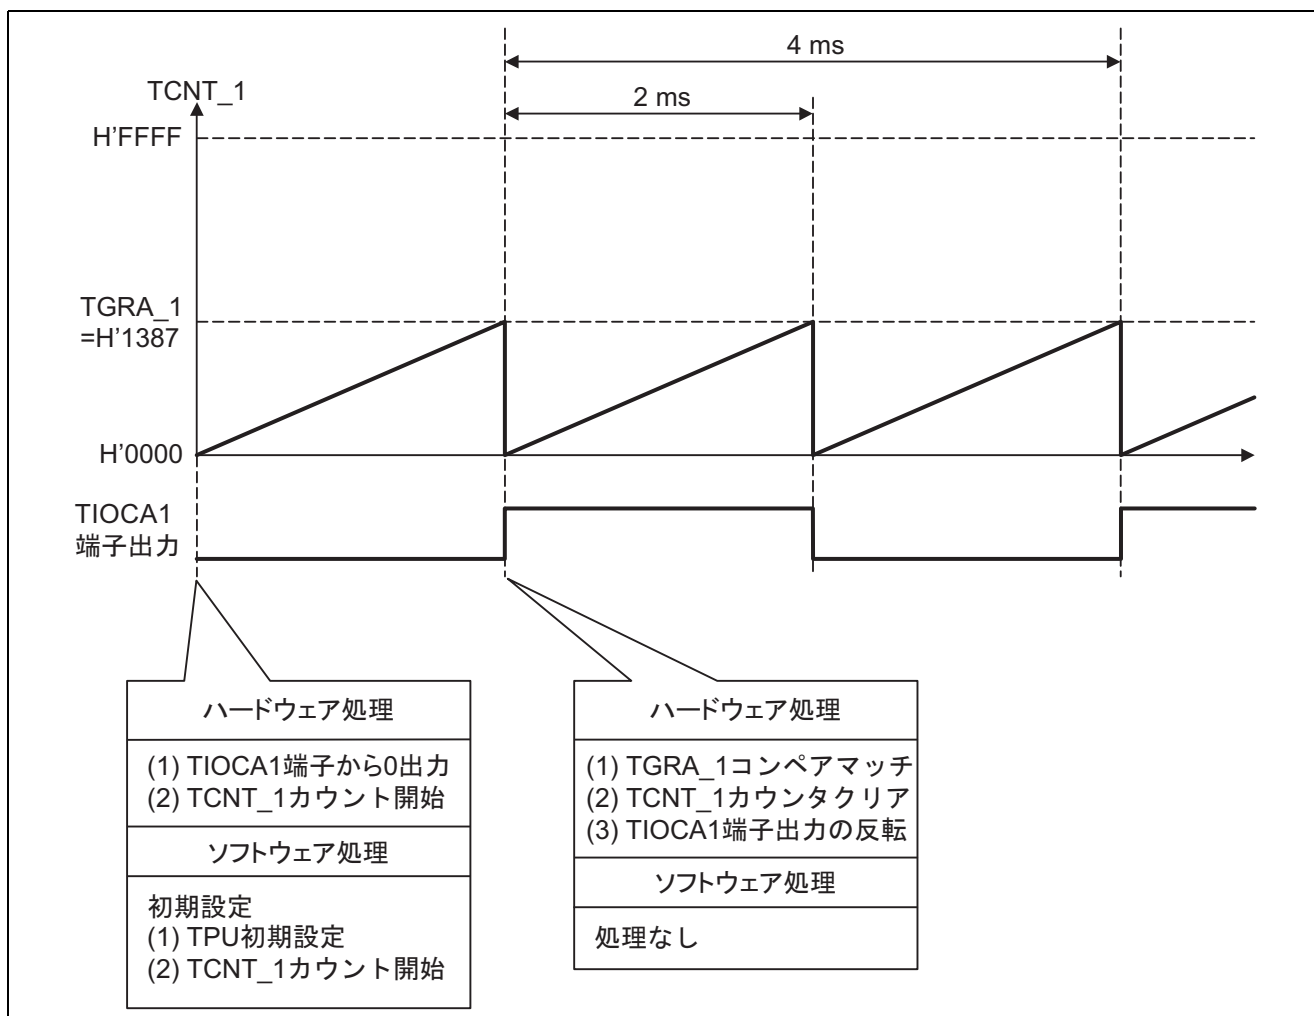

図3 動作説明
- 図3に動作説明を示します。図3に示すようなハードウェア、ソフトウェア処理により、TPU アウトプットコンペア機能によるパルス出力を行います。